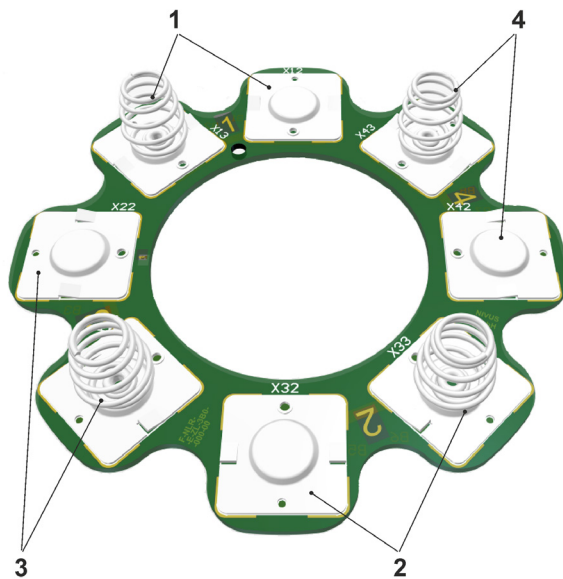

Abb. 37-2 Steckplätze der Batterien (Platine im Gehäuse)
4. Neue Batterien unter Beachtung des Steckplatzes (Tab. 7) und der Einbaurichtung (Abb. 37-2) einlegen.
Je nach Anzahl der verwendeten Batterien müssen diese an definierte Steckplätze und in der korrekten Einbaurichtung eingesteckt werden. Die Steckplätze sind auf der Platine im Gehäuse jeweils mit einer Zahl zwischen den beiden zusammengehörenden Steckplätzen versehen (Abb. 37-2).
Anzahl der Batterien	Steckplatz gemäß Abb. 37-2